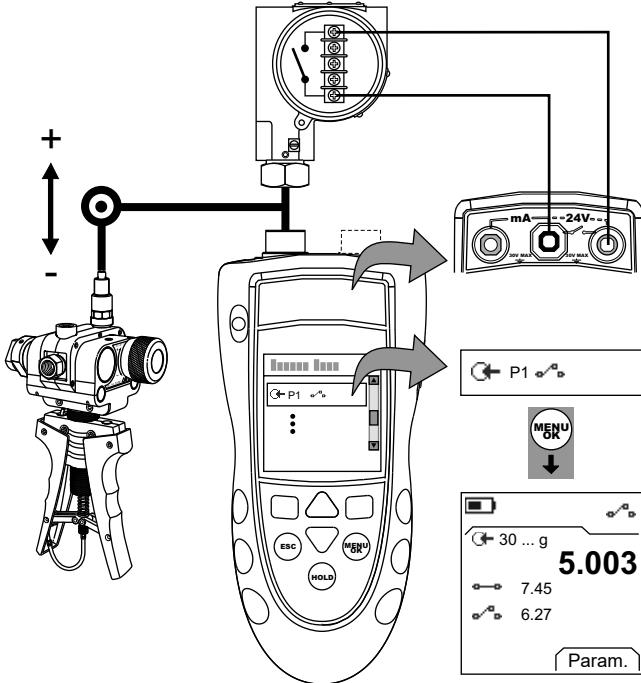

Figure 4 : Exemple de configuration - Test de contact
- Raccorder l'instrument (Figure 4) et, si nécessaire, régler la *Configuration* (Tableau 1).